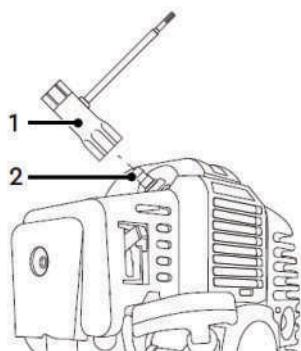

Рис. 51
- Ключем (1) (19 мм) викрутіть свічку запалювання (2) (Рис. 51);
- Після обслуговування свічки запалювання (2) встановіть її у відповідний отвір мотокоси та затягніть свічку ключем (1) (19 мм) (Рис. 51).